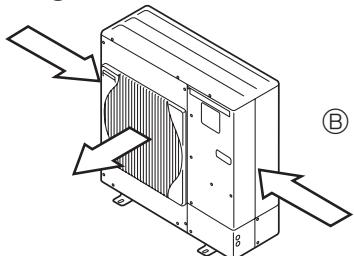

Fig. 2-4
- ③ Posisjoner enheten slik at luftutslippet kan blåse i rett vinkel for sesongvindretningen, hvis mulig. (Fig. 2-4)
- ④ Vindretning